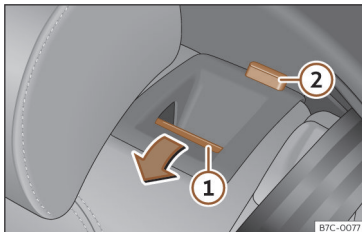

Fig. 102 Asiento trasero: abatir el respaldo.
»» fig. 102 ① hacia delante y, al mismo tiempo, abata el respaldo. El respaldo trasero está desbloqueado cuando se ve una marca roja en la tecla ②.